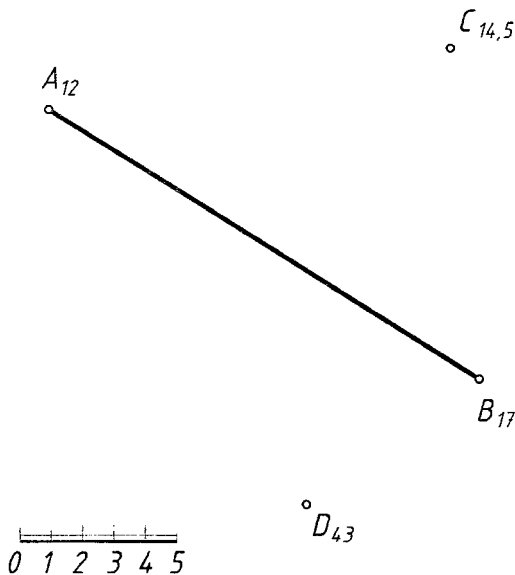

Рисунок 5
**Пример 2.** Через точку С провести горизонтальную прямую, пересекающуюся с прямой АВ. Через точку D провести прямую DK, параллельную АВ (рис.5).